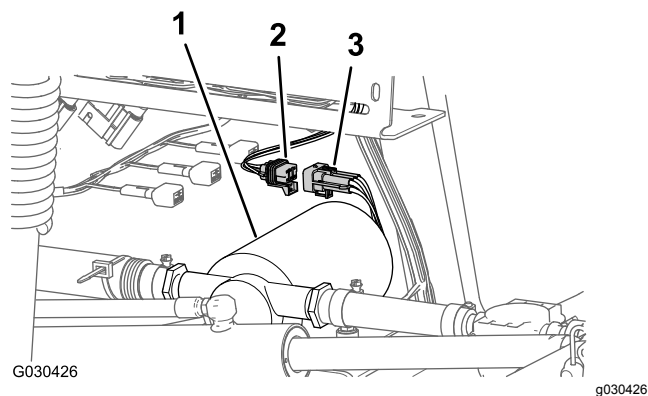

Figura 14
2. Desconecte el conector de 6 pines del arnés de cables de la bomba de enjuague del conector hembra de 6 vías del arnés principal trasero (Figura 14).